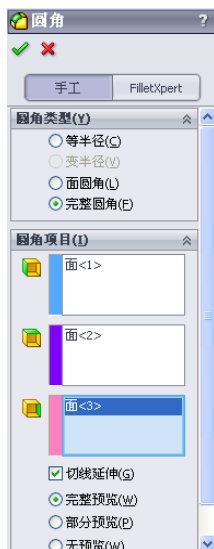
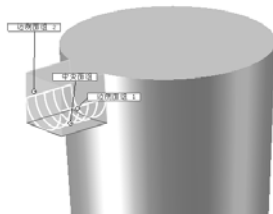
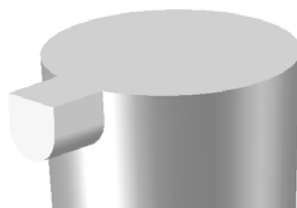

图 6-131 “圆角”属性管理器
图 6-132 选择圆角边 1
图 6-133 圆角绘制结果
(7) 圆角实体。选择菜单栏中的“插入”→“特征”→“圆角”命令，或者单击“特征”工具栏中的（圆角）按钮，此时系统弹出如图 6-131 所示的“圆角”属性管理器。选择“完整圆角”类型，在视图中选取如图 6-132 所示的三个面，然后单击属性管理器中的（确定）按钮，结果如图 6-133 所示。